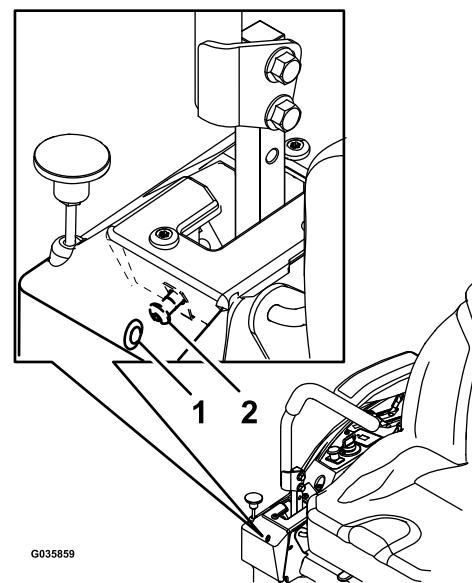

Figura 58
6. Si la máquina se desvía hacia la derecha, inserte una llave hexagonal de 3/16" a través del orificio de acceso del panel derecho delantero y gire el tornillo en sentido horario o antihorario para ajustar el recorrido de la palanca (Figura 58).
7. Si la máquina se desvía hacia la izquierda, inserte una llave hexagonal de 3/16" a través del orificio de acceso del panel derecho delantero y gire el tornillo en sentido horario o antihorario para ajustar el recorrido de la palanca (Figura 58).